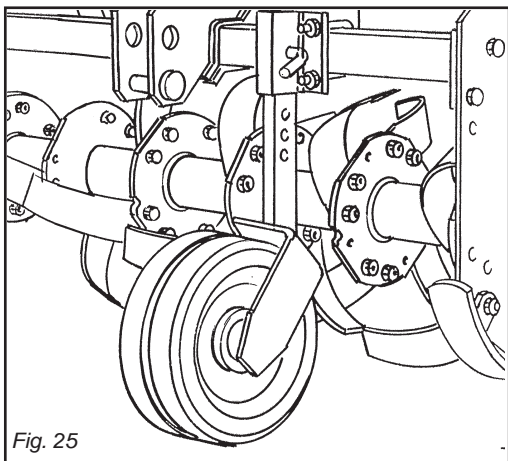

Fig. 25
La regolazione si può effettuare anche con due ruote poste anteriormente alla macchina (Fig. 25).
*Depth regulations can also be done with the two front wheels (Fig. 25).*
le réglage est aussi possible avec les deux roues placées à l'avant de la machine (Fig. 25).
*Die Einstellung kann auch mit zwei Rädern erhalten werden, die vor der Maschine angeordnet sind (Abb. 25).*
La regulación puede efectuarse también con dos ruedas situadas en la parte anterior de la máquina (Fig. 25).